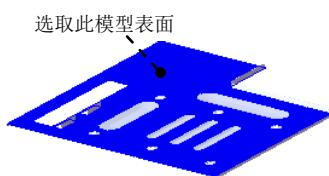

图 17.10.102 定义草图平面
- (1) 选择命令。选择下拉菜单 **插入(I)** \rightarrow **切除(C)** \rightarrow **拉伸(E)...** 命令。
- (2) 定义特征的横断面草图。选取图 17.10.102 所示的模型表面为草图平面，绘制图 17.10.103 所示的横断面草图。
- (3) 采用系统默认的切除深度方向；在“切除—拉伸”对话框 **方向 1** 区域的下拉列表中选择 **完全贯穿** 选项。
- (4) 单击 按钮，完成切除—拉伸 5 的创建。